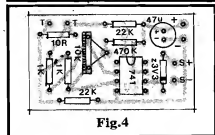

Fig. 4
- **FIG. 4 - CHAPEADO DA MONTAGEM** - Também sem "segredos" (a menos que o Leitor seja um iniciante ainda "pagão"...): a figura mostra a placa pelo seu lado não cobreado, com o habitual detalhamento de informações sempre encontrado nas matérias de APE... Requerem maior atenção apenas o Integrado, o diodo zener e o capacitor eletrolítico, já que suas colocações na placa têm posições únicas (não podem ser "invertidos", sob hipótese alguma...). Quanto ao trim-pot, "nada consta" (talvez seja necessário um leve "alargamento" na furação das respectivas ilhas, devido ao fato dos seus terminais apresentarem um calibre um pouco maior do que o normal, dos demais componentes...). A respeito dos resistores comuns, é só não errar sobre "o quê vai onde"... Quem tiver dúvidas sobre a leitura dos valores, deve consultar (sem acanhamentos...) o **TABELÃO APE**, que "destrincha" só códigos de cores e outras "mumunhas"... As soldagens são poucas, mas ainda assim devem ser feitas com cuidado, conferidas ao final (juntamente com a inevitável verificação de valores, posições, polaridades, etc.). Tudo confirmado, podem ser "amputadas" as sobras de "pernas" e terminais, pelo lado cobreado...